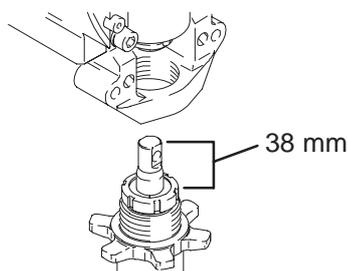

Fig. 18 7676B
1. Fig. 18. Extraiga el vástago del pistón 38 mm. Enrosque la bomba hasta que los orificios de la travesía del cojinete y del vástago del pistón queden alineados.